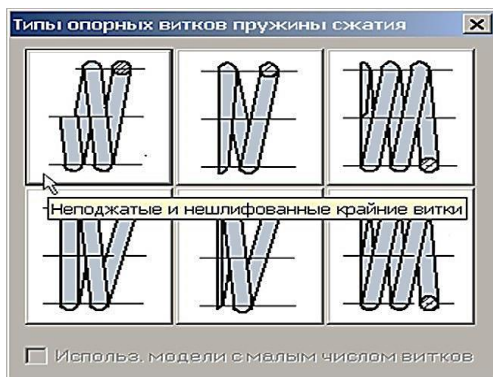

Рис. 41
**Выбор типа опорных витков пружины.** Двойной щелчок левой кнопкой мыши в области изображения пружины (меню *Данные/Построение*) вызывает открытие диалогового окна «Типы опорных витков пружины сжатия» (рис. 41), с помощью которого можно выбрать тип опорных витков. При наведении указателя мыши на различные типы появляется всплывающая подсказка. После выбора одного из типов опорных витков это окно закрывается.